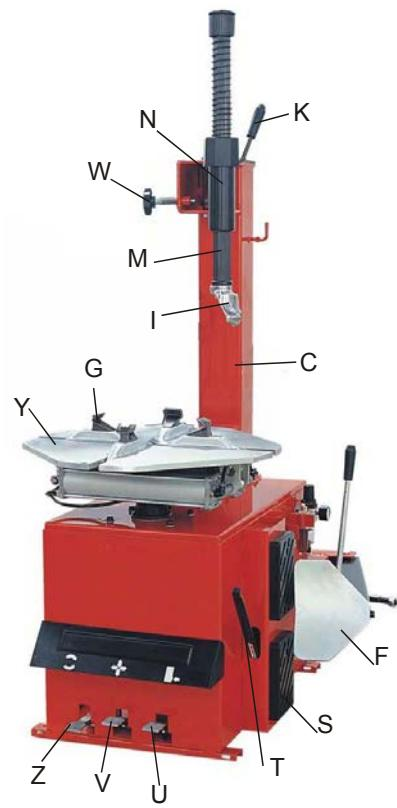

Afb. 3
2. Draai de moer A op het frame B los, zoals in afbeelding 3 getoond. Til de kolom C op. Monteer deze op het frame B door de moer A en de bout op het frame B te gebruiken. Als de kolom na een tijdje losgaat, maak deze onmiddellijk opnieuw vast, anders kan de band beschadigd worden.